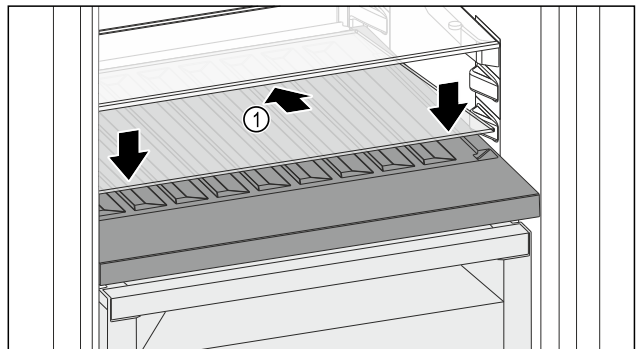

Fig. 143
- ▶ Поставете стъклената плоча Fig. 143 (1) косо и наклонена назад надолу.
- ▶ Спуснете стъклената плоча Fig. 143 (1) отпред.